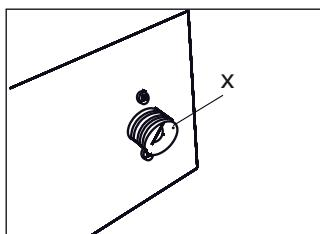

Fig. 4
- Brancher le tuyau d'alimentation de l'eau au raccord G 3/4" du four (**X- Fig. 4**).